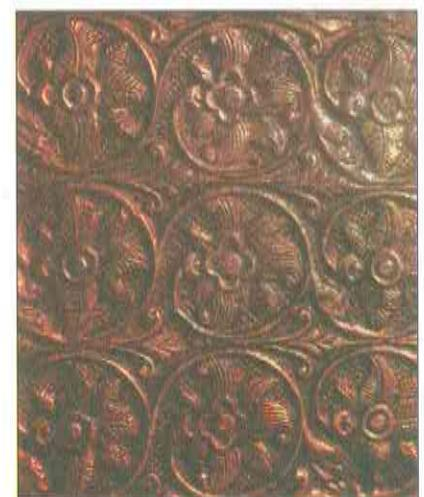

Рис. 89. Фрагмент басмы
*Басма* (в переводе с тюркского — «отпечаток») — это тонкие листы металла с рельефным рисунком, полученным путём выдавливания (рис. 89). На листы весь рисунок наносят сразу, а не по частям, как при тиснении по фольге с помощью давилок.